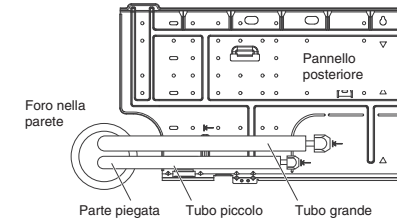

Fig. 3-98
- (1) Fare scorrere nella parete i tubi, compreso quello di scarico, lasciando una lunghezza sufficiente per i necessari collegamenti. Con un piegatubi piegarli quanto necessario per il loro fissaggio. (Fig. 3-98)
- (2) Spostare il tubo e il tappo di scarico.